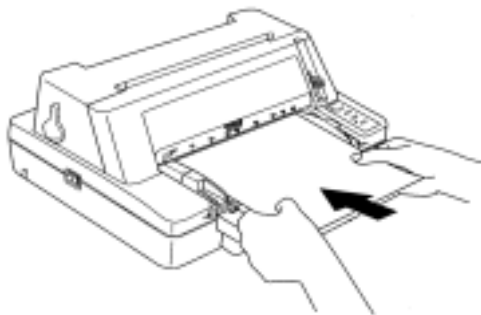

图 3-5 安装单页纸
- 插入纸张如图 3-5，纸张会自动进入打印位置。如果您将纸斜测定设置为“开”，若纸张有歪斜，打印机会自动检测到并退出纸张至导纸板。